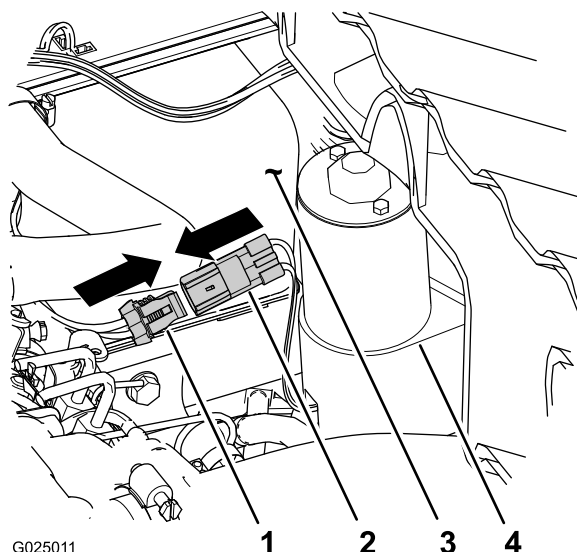

Figura 10
3. Collegate il connettore elettrico a 2 prese del cablaggio preassemblato posteriore della macchina al connettore a 2 poli dell'attuatore di sollevamento (Figura 10).